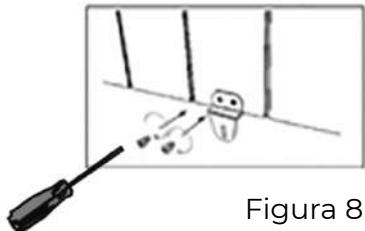

Figura 8
Nota: os dois suportes (A) são aparafusados nos furos localizados na parte traseira inferior do aquecedor, em ambas as extremidades. (Figura 8).